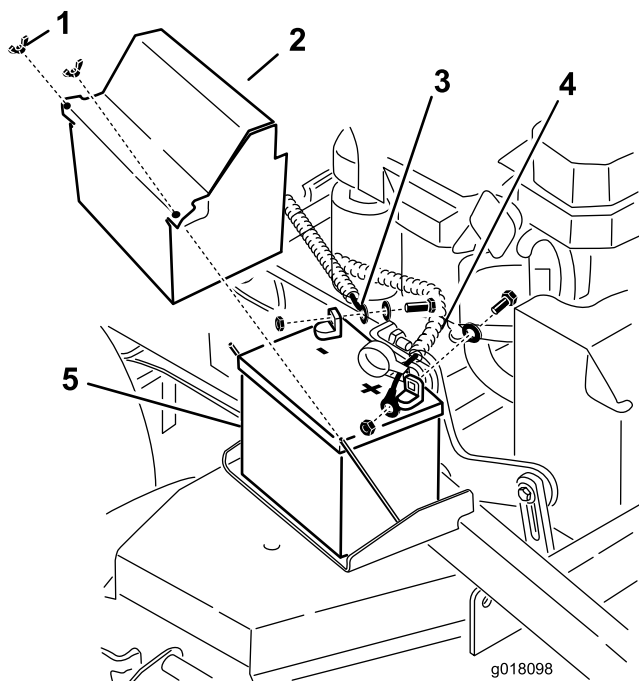

Figura 51
4. Desconecte el cable negativo del borne negativo (-) de la batería (Figura 51).
6. Retire el cable positivo (rojo) de la batería (Figura 51).
7. Retire la pletina de sujeción de la batería (Figura 51), y retire ésta.
1. Coloque la batería en la máquina (Figura 51).
3. Conecte primero el cable positivo (rojo) al borne positivo (+) de la batería con una tuerca, una arandela y un perno (Figura 51).
5. Conecte el cable negativo y el cable de tierra al borne negativo (-) de la batería con una tuerca, una arandela y un perno (Figura 51).